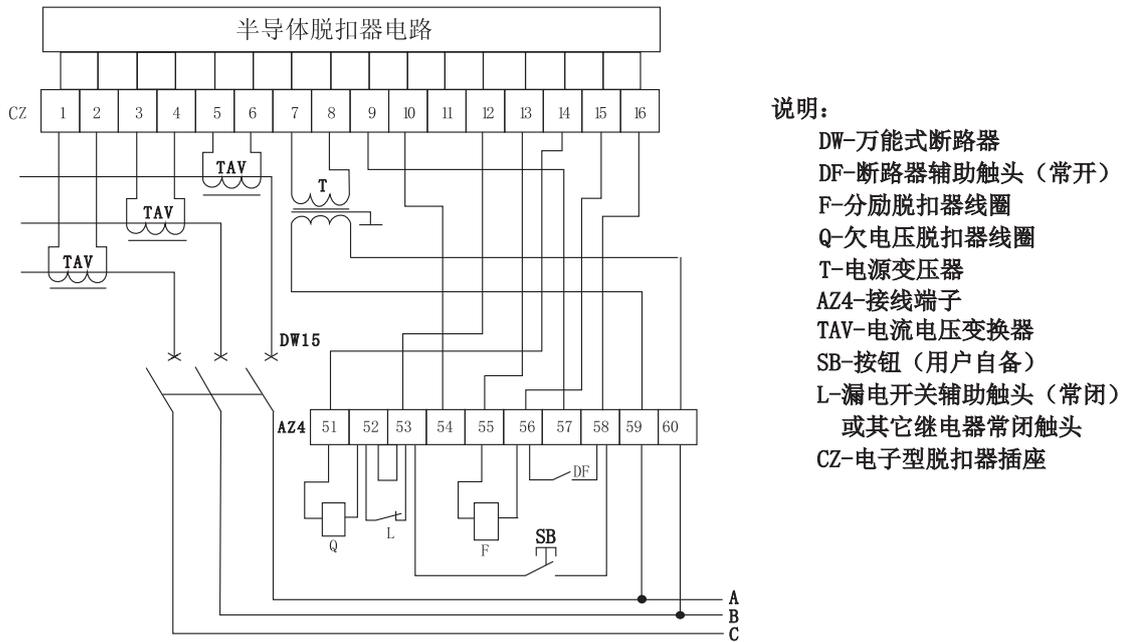

图11 DW15电子型断路器二次回路接线图
c) 电子型断路器二次回路接线图见图11。
a) 电子型脱扣器为插入式连接,可方便地取下检修或调换。I型一般在整机上可进行简单的检查:当断路器处于闭合位置时,对电源变压器(T)供以额定电压,然后将断路器上接线端子51.54号短接见图11,此时脱扣器经过7s左右动作,断路器断开,此时表示电子型脱扣器能正常工作。